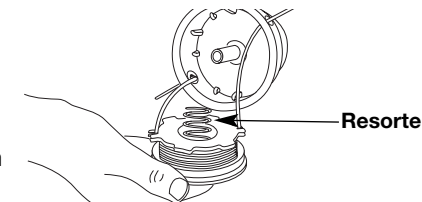

Fig. 20
13. Inserte los extremos de la línea a través de los ojajillos de la bobina exterior y coloque el carrete interior con el resorte dentro de la bobina exterior (Fig. 20). Empuje el carrete interior y la bobina exterior entre sí. Mientras sostiene el carrete interior y la bobina exterior, tome los extremos y tire con firmeza para soltar la línea de las ranuras de fijación de la bobina.
5. Inserte los extremos de la línea en los ojajillos de la bobina exterior (Fig. 20).